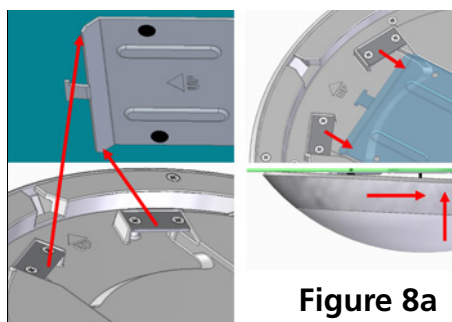
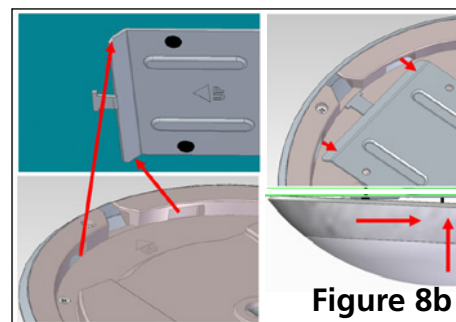

Figure 8a
Figure 8b
8. Fixez le luminaire à la plaque de l'auvent avec les coins du loquet de la plaque de l'auvent au luminaire supports comme illustré à la Figure 8a (PR17) ou à la Figure 8b (PR13).